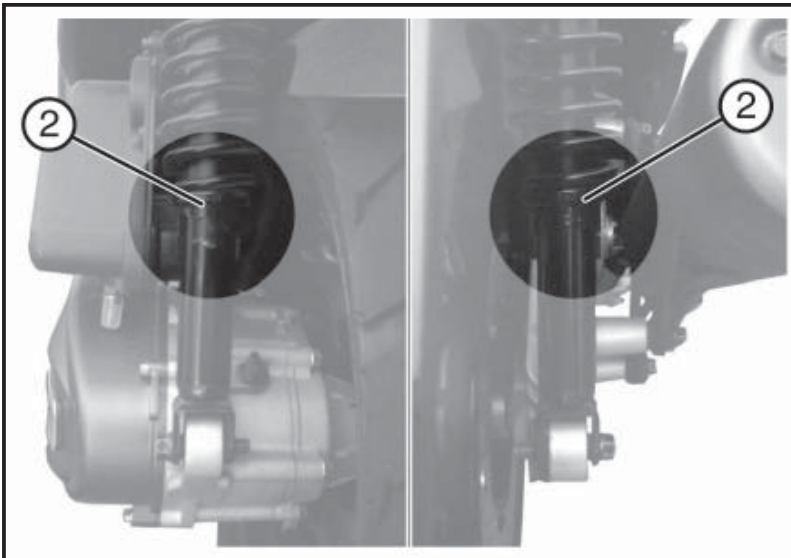

Fig. 02
4.26 AJUSTE AMORTIGUADORES (Fig. 02)